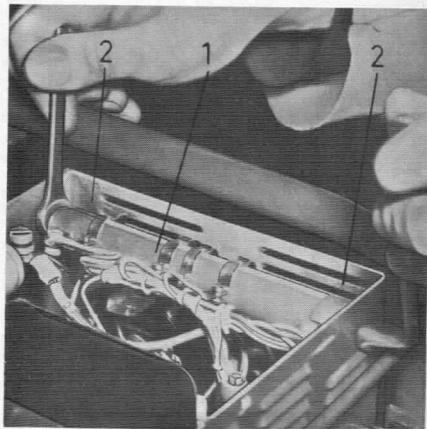
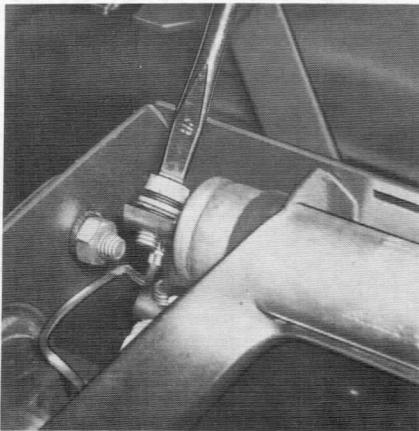

Bild 112
Bild 117
- der Widerstand ( Bild 112, Pos. 1 ) nach Lösen der seitlich am Schaltkasten vorhandenen Mutter und nach Herausnehmen des Durchführungsbolzens, wegzudrücken,
- die beiden Befestigungsschrauben ( Bild 114, Pos. 2 und 4 ) für die Frontplatte sowie die beiden Rundschlitzmuttern ( Bild 112, Pos. 2 ) im Schaltkasten zu lösen und die Frontplatte herauszuziehen ,
Nach Ausbau des Widerstandes ( Bild 112 ) sind die Kabel ( Bild 117,118 ) abzuklemmen und die Entstörglieder nach vorne herauszuziehen .